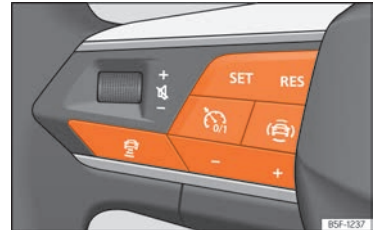

Abb. 103 Am Multifunktionslenkrad: Tasten zur ACC-Bedienung.
- »» (Abb. 103).
- Taste **SET** drücken, um die Regelung zu starten **>>>** [Abb. 103].
Um die Geschwindigkeit zu programmieren, drücken Sie die Tasten **+** oder **- >>>** [Abb. 103] bis zur gewünschten Geschwindigkeit. Die Einstellung der Geschwindigkeit erfolgt in Schritten von 10 km/h (5 mph).
- Taste  und dann Taste **+** oder **- >>>** [Abb. 103] drücken.
- Taste  **>>>** [Abb. 103] kurz drücken oder Bremspedal treten.